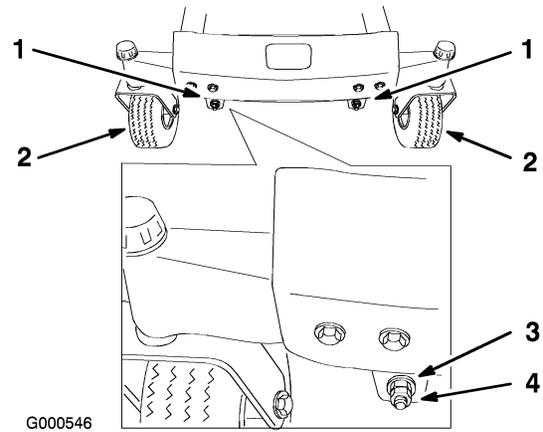

Bild 48
11. Nehmen Sie für das Einstellen der Schnittmesserneigung in Längsrichtung die Sicherungsmuttern ab. Drehen Sie dann die Einstellmutter vorne am Mähwerk (Bild 48).
13. Prüfen Sie, nachdem beide Einstellmutter gleichmäßig eingestellt worden sind, erneut die Schnittmesserneigung in Längsrichtung. Fahren Sie mit der Einstellung der Mutter fort, bis die vordere Schnittmesserspitze um 1,6 bis 7,9 mm tiefer liegt als die hintere Spitze (Bild 48).
Hinweis: Stellen Sie nach dem Einstellen der Einstellmuttern sichern, dass die Stützstangen kein Spiel aufweisen (Bild 49). Ziehen Sie die Stangen fest, wenn ein Spiel vorhanden ist (Bild 48).